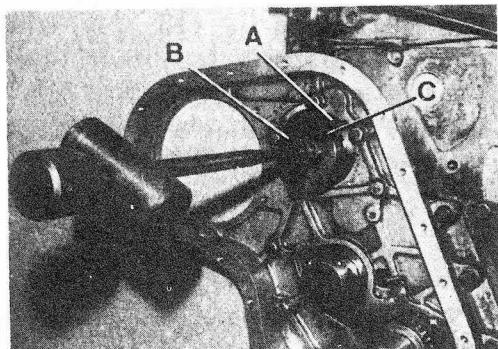
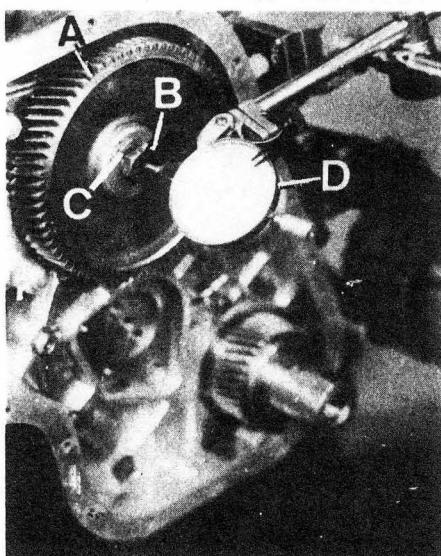

Fig. A3-101 Desmontaje del árbol de levas
Fig. A3-102 Comprobación del juego longitudinal del árbol de levas
- 1.7. Desmontar la placa tope del árbol de levas, A (Fig. A3-101) y extraer el -- árbol de levas, B, procurando hacerlo de forma que el árbol de levas no golpee sobre sus casquillos de apoyo.
- 2.1. Instalar el árbol de levas, B (Fig. A3-101), teniendo la precaución de no dañar sus casquillos de apoyo.
- 2.2. Montar la placa tope, A (Fig. A3-101) y fijarla con sus tornillos y arandelas elásticas, C.
- 2.3. Montar el engranaje del árbol de levas, A (Fig. A3-102), de forma que el chavetero del engranaje marcado con "P", encaje en la chaveta del árbol de levas.
- 2.4. Montar el tornillo, B (Fig. A3-102) de retención del engranaje y una nueva -- placa de freno, C. Apretando dicho tornillo a una tensión de 3.75 a 4,25 mkg.
- 2.5. Instalar un comparador, D (Fig. A3-102) de forma que el palpador haga tope sobre el engranaje. Desplazar el engranaje hacia dentro y hacia afuera, para medir el juego longitudinal que deberá estar comprendido entre 0,076 y 0,176 mm. En el supuesto de que dicho juego estuviese en "mas" o en "menos", habría que sustituir la placa tope, A (Fig. A3-101). Si el juego longitudinal, está dentro de la medida indicada, desmontar el comparador y frenar definitivamente el tornillo, B (Fig. A3-102) con su placa freno, C.